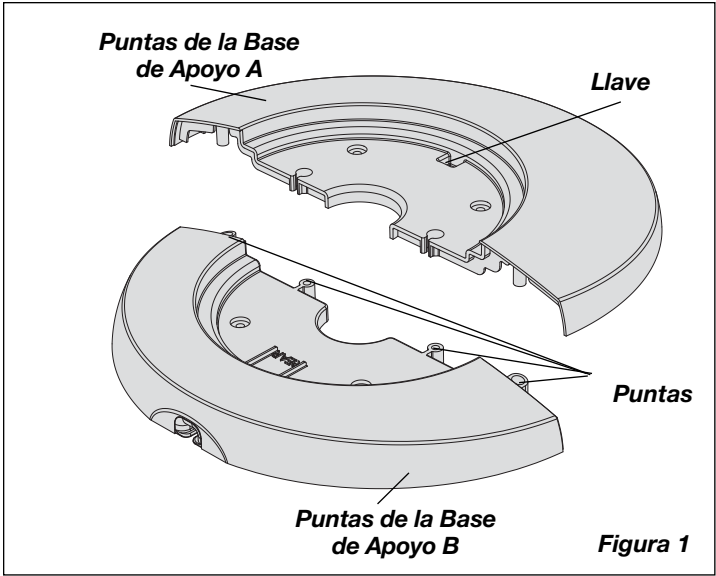
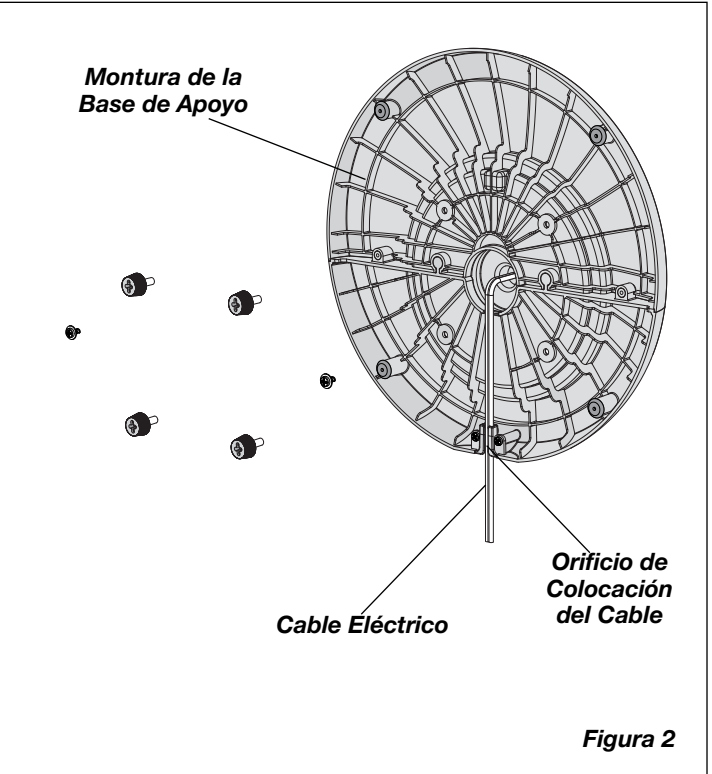

Figura 1
Figura 2
- 2. Arme las Mitades de la Base de Apoyo encastrando las **Puntas** de la **Base de Apoyo A** con los Orificios para **Puntas en la Base de Apoyo B**. Conecte el **Cable Eléctrico** a través del orificio grande en el centro de la **Montura de la Base de Apoyo**. (*Figura 1*)
- 3. Asegure (2) #8 X 3/8" (9.52 mm) Tornillos en los dos orificios externos en la parte inferior de la **Base**. (*Figura 2*)
- 4. Alinee la **Montura de la Base de Apoyo** con la **Base del Motor**, teniendo en cuenta que la ranura del cable en la parte inferior de la montura de la base de apoyo debe apuntar hacia la parte posterior del Ventilador. Adose la **Montura de la Base de Apoyo** a la **Base del Motor** con (4) Tornillos Mariposa. Cerciórese de alinear la **Llave** del **Conjunto de la Base de Soporte** con la **Muesca Localizadora** de la **Base Del Motor**. (*Figura 1*) Suavemente tire del **Cable Eléctrico** para evitar que quede flojo y colóquelo en el **Orificio de Colocación del Cable**. (*Figura 2*)